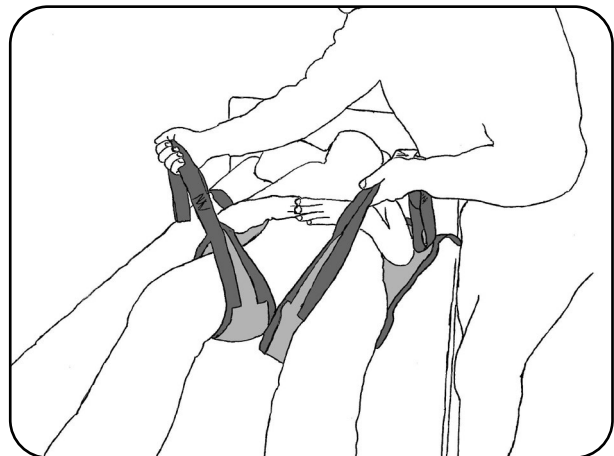

Abb. 9.2.03 - Beinstützen zwischen den Beinen des Patienten positioniert
7. Drehen Sie den Patienten wieder auf den Rücken und ordnen Sie die Beinstützen zwischen den Beinen des Patienten an (Abb. 9.2.03). Achten Sie darauf, dass die Beinschlaufen gleich lang sind. Die Schulerschlaufen liegen jeweils im Bereich der rechten und linken Schulter.